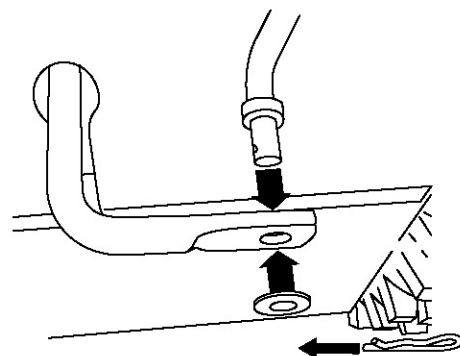

Рисунок 5
1. Снимите шпильку и прокладку с нижнего конца штока переключения скоростей и вставьте нижний конец штока в нижнее соединение, чтобы изогнутый конец штока переключения скоростей смотрел назад (рис. 5).